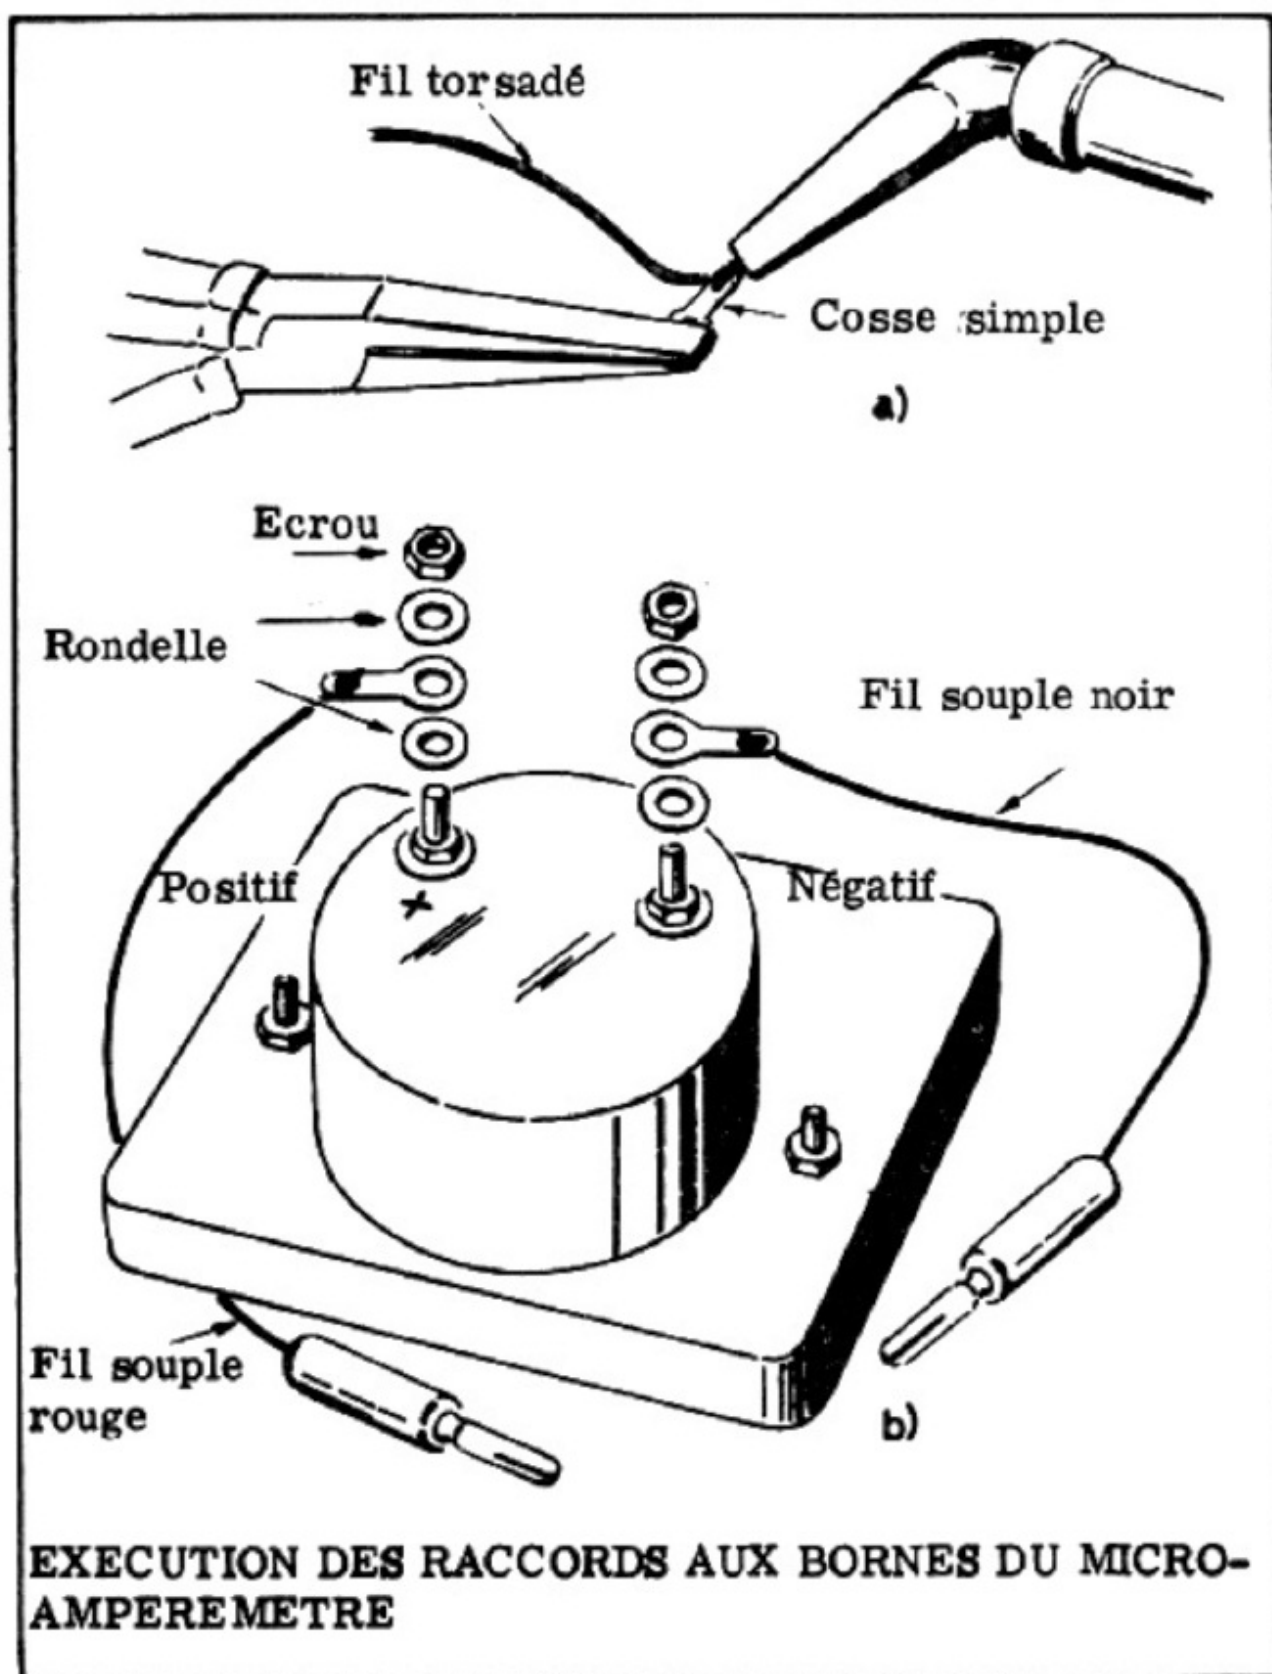

Figure 12
l) Dans ce but insérez l'extrémité libre du fil souple noir dans la languette d'une cosse simple et effectuez-en la soudure en maintenant la cosse avec des pinces (*figure 12 - a*) pour éviter de vous brûler.
o) Insérez la cosse reliée au fil souple rouge préparé à l'avance sur l'écrou de la borne portant le signe + (positif) *figure 12 - b* ; replacez la rondelle et l'écrou : serrez en vous aidant de pinces, mais sans forcer.